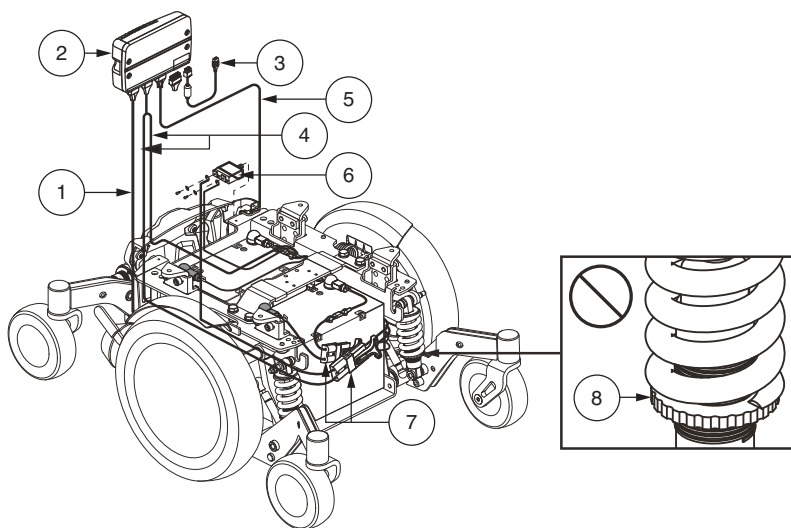

Figura 1. Componenti elettrici della Q6 Edge 2.0
La Vostra Carrozzina elettronica ha due gruppi principali: il gruppo sedile e il gruppo base elettronica. Normalmente il gruppo sedile comprende i braccioli, lo schienale e la base del sedile. La base elettronica comprende due gruppi motore/freni, due ruote motrici, quattro ruotine direzionali, due batterie e i pannelli di cablaggio. **Vedere Codice di identificazione (pagine 4-5) e figura 1.**
Le componenti elettriche sono composte dal gruppo della centralina, dalle batterie e dai motori. Le batterie, i motori e il modulo della centralina (se in dotazione) sono ubicati nella base elettronica. La centralina si trova sull'assemblaggio del sedile. La connettività tra la centralina e i motori, le batterie e il caricabatteria è fornita per mezzo di uno o più strutture di cablaggio. **Vedere la figura 1.**
5. Collegare il connettore della centralina alla base elettronica. **Vedere la figura 1.**